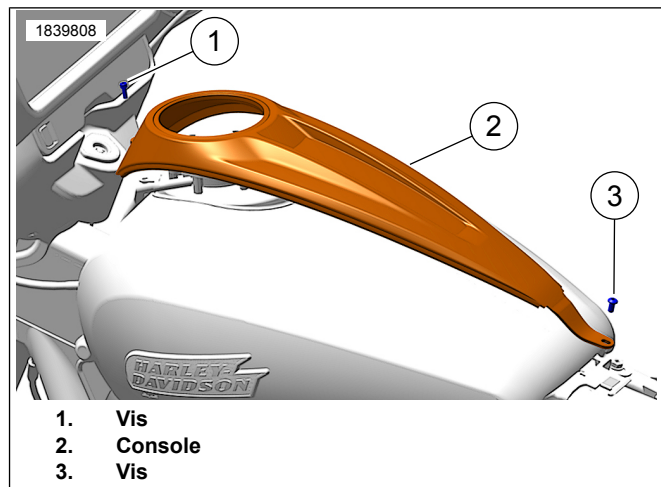

Figure 2. Installation de la console
1. Voir la figure 2. Installer la console (2) en prenant soin de maintenir la gaine en place autour du tube de remplissage.
2. Installer une **nouvelle** vis (1) et une **nouvelle** vis (3). Serrer.